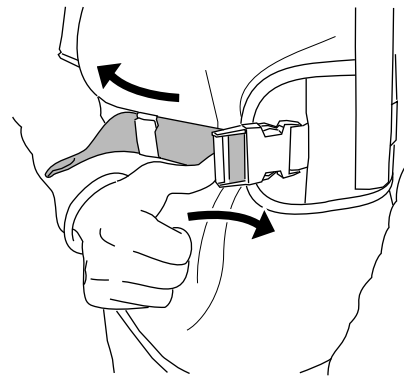

Figura 9
6. Si el cinturón de cadera está demasiado apretado, empuje lateralmente sobre el tensor para alargar el cinturón (Figura 9).